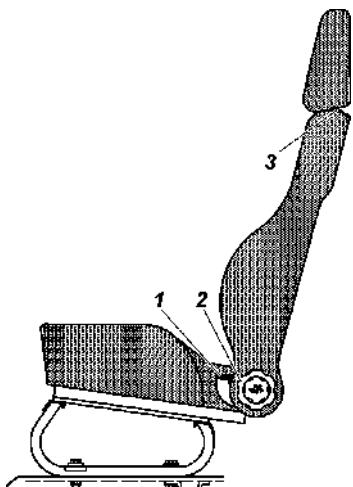

Рис. 3.11. Переднее сиденье:
- вниз также усилием руки, но при нажатой клавише 3 (рис. 3.11) фиксатора подголовника.
Регулировка **передних сидений** в продольном направлении осуществляется с помощью рычага 1 (рис. 3.11):
Заднее трехместное сиденье (рис. 3.11) может быть разложено для организации спального места или сложено для увеличения объема грузового помещения.